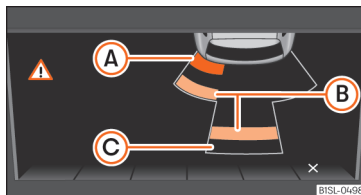

Fig. 138 OPS-visning på skærmen
Den viste grafik viser de overvågede områder i flere segmenter. Jo tættere bilen kommer på en forhindring, desto tættere rykker segmentet hen mod den viste bil »» **Fig. 138 (A)** eller **(B)**. Senest når det næstsidsste segment bliver vist, er du kommet til kollisionsområdet. **Kør ikke videre!**